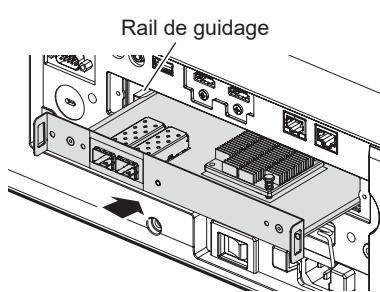

Fig. 2
2) Installez la carte de fonction dans le projecteur. (Fig. 2)